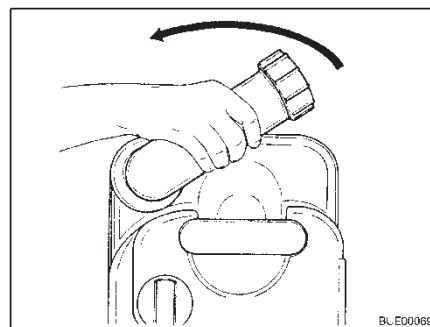

Fig. 176 Tourner la tubulure d'évacuation
- Tourner la tubulure d'évacuation vers le haut (Fig. 176).